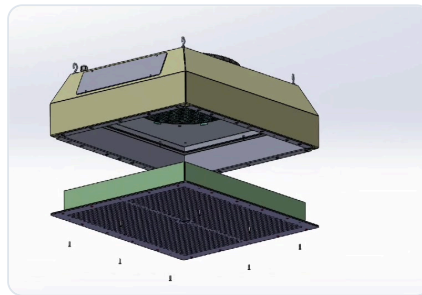

Abb. 4 – Gitter mit HEPA-10-Vorfilter absenken
- 4 Das Ansauggitter mit den aufliegenden Filtern waagrecht nach unten absenken (Abb. 4).